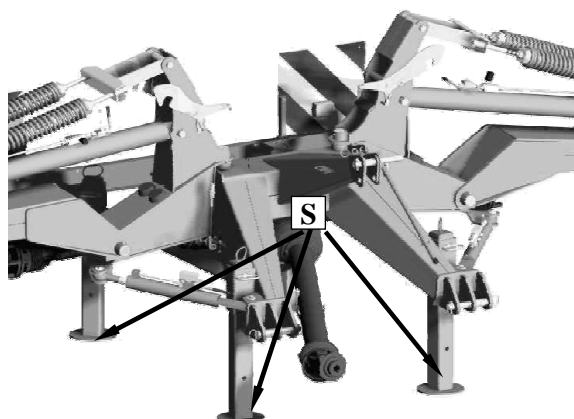

Abb. 20. Stützfüße
- den Stützfuß **S** anheben und mit Splint blockieren (**Abb. 20**),